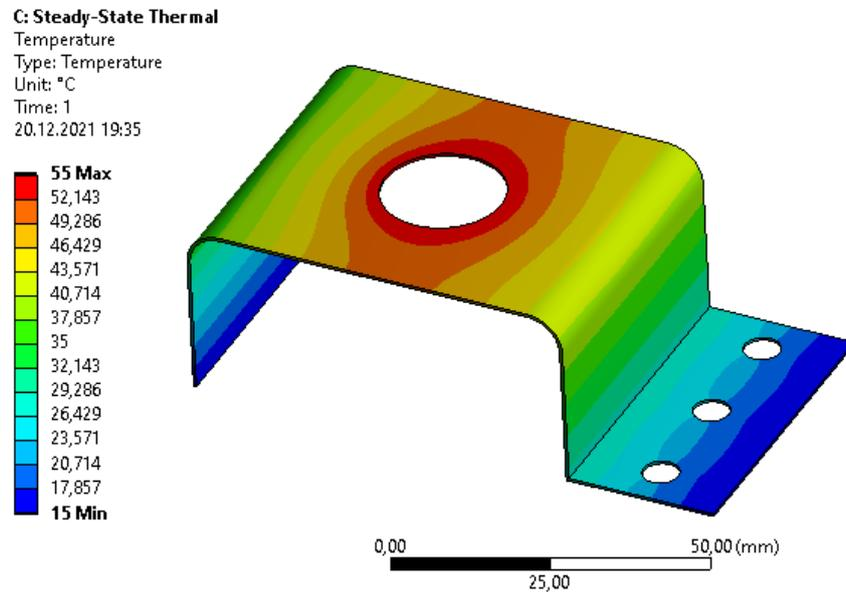

Рис. 32. Результаты расчета
15.6. Сохраняем результаты расчета. Для этого переходим во вкладки результатов и делаем их скриншоты (рис. 32). Теперь окно *Mechanical* можно закрыть.